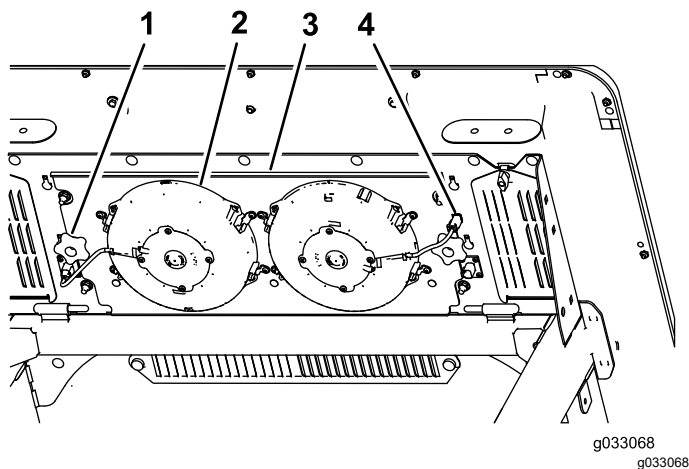

Figura 94
3. Desconecte el enchufe y el cable de los ventiladores de la toma (Figura 94).
- Retire los 2 mandos que fijan el conjunto del panel del ventilador y los ventiladores a la parte inferior de la parte superior de la cabina (Figura 94) y retire el conjunto.